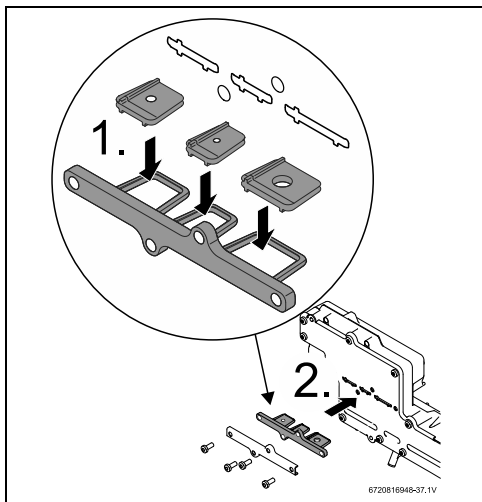
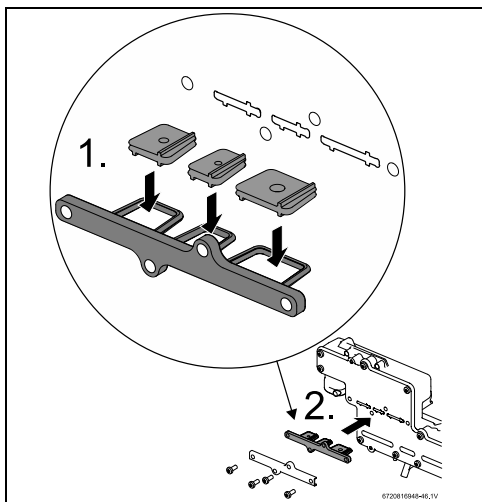

Fig. 52 Assemblage de conversion de gaz pour l'appareil 199kBTU
Fig. 53 Assemblage de conversion de gaz pour l'appareil 160kBTU
- ▶ Les 3 panneaux de restriction doivent être pré-assemblés sur leur bac, mais s'il est en vrac dans la boîte, respecter les consignes d'installation, comme illustré sur la fig. 52 et 53 [1].
- ▶ Introduire la plaque de conversion GPL à l'endroit approprié, illustré sur la Fig. 52 et 53 [2].
- Les trois limiteurs de débit ainsi que les joints doivent être assemblés conformément à la Fig. 52 et Fig. 53, afin d'assurer des performances correctes de l'appareil.